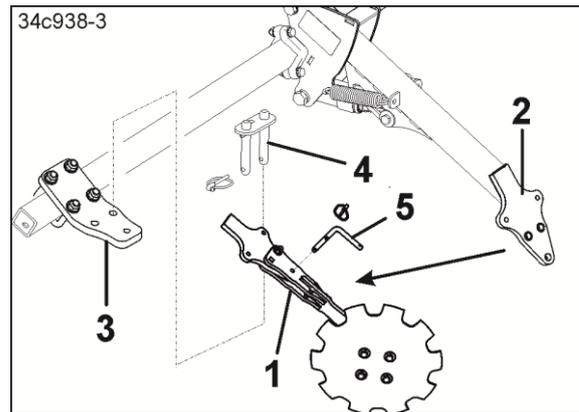

Fig. 323
Die äußere Spurscheibe (Fig. 323/1) ist befestigt
- während der Arbeit am Ausleger (Fig. 323/2)
- beim Transport an der Transporthalterung (Fig. 323/3), wenn die Cirrus mit der Zwischenfruchtsämaschine GreenDrill ausgestattet ist.
1. Die Spurscheibe (Fig. 323/1) mit dem Doppelbolzen (Fig. 323/4) und dem Einfachbolzen (Fig. 323/5) an der Transporthalterung (Fig. 323/3) abstecken.